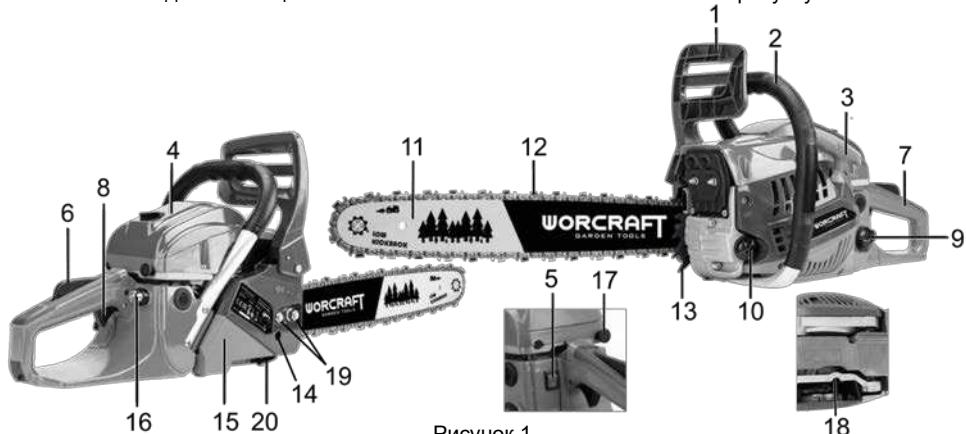
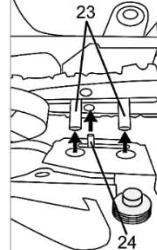

Рисунок 1
Рисунок 4
- Потягніть рукоятку гальма (1, рисунок 1) в бік передньої рукоятки (2, рисунок 1), щоб переконатися, що гальмо ланцюга вимкнуто.
- Відгвинтіть гайки (19, рисунок 1), що кріплять кришку зчеплення (15, рисунок 1), та зніміть її.
- Відрегулюйте гвинт натягу ланцюга (14, рисунок 1) на боковій частині кришки зчеплення таким чином, щоб штифт натягу ланцюга (24, рисунок 4) сумістився з відповідним отвором напрямної шини. При цьому отвори на кришці зчеплення повинні зібгатися з напрямними гвинтами (23, рисунок 4).
- Вставте штифт механізму натягу ланцюга (24, рисунок 4) в спеціальний отвір на напрямній шині та одягніть кришку зчеплення. Вручну нагвинтіть гайки фіксації кришки зчеплення (19, рисунок 1).
- Обертаючи гвинт натягу ланцюга (14, рисунок 1) за годинниковою стрілкою, натягніть ланцюг до тих пір, поки він не буде щільно прилягати до нижнього боку напрямної шини. Перевірте натяг, потягнувши ланцюг вгору.
При кожній заправці паливом обов'язково перевіряйте та доливайте оліву для змащування ланцюга. Кришка горловини масляного бака (10, рисунок 1) позначена відповідним зображенням. Рекомендовано використовувати тільки спеціальну оліву для ланцюгів. Оліва для ланцюгів значно знижує тертя та нагрів ланцюга і напрямної шини, полегшує їх очищення від стружки та пилу, надійно захищає від корозії та придатна до всесезонного використання.
- Перевірте, щоб гальмо ланцюга (1, рисунок 1) правильно функціонувало (увімкнене – важіль захисного пристрою (1) переведений уперед (убік піляльної гарнітури), вимкнене – важіль переведений назад (убік рукоятки)).
- Вимикач запалювання (5, рисунок 1) переведіть в положення «Увімкнене» («I», «ON»).
- Повністю витягніть ручку повітряної заслінки карбюратора (17, рисунок 1) (положення «СНОК» – повітряна заслінка повністю закрита).
- Декілька разів натисніть на праймер (паливний насос 16, рисунок 1), доки він частково не заповниться паливом. Праймер, заповнений паливом більше ніж на половину, свідчить, що до карбюратора надійшло паливо.
- Візьміться за передню рукоятку бензопили (2, рисунок 1) лівою рукою. Поставте бензопилу на землю, наступивши правою ногою на нижній бік задньої рукоятки (7, рисунок 1).
- Візьміть рукоятку стартера (3, рисунок 1) правою рукою і плавно потягніть шнур стартера. Зверніть увагу: не витягуйте повністю шнур стартера і не випускайте рукоятку стартера при витягнутому шнурі - це може привести до пошкодження стартера. Потягніть рукоятку стартера кілька разів, поки двигун не зробить робочий такт.
- Натисніть на ручку повітряної заслінки (17, рисунок 1), встановивши її в проміжне положення «START» (повітряна заслінка закрита наполовину).
- Перемкніть вимикач запалювання (5) в положення «Увімкнене» («I», «ON»).
- Витягніть ручку повітряної заслінки карбюратора (17) в проміжне положення (повітряна заслінка закрита наполовину).